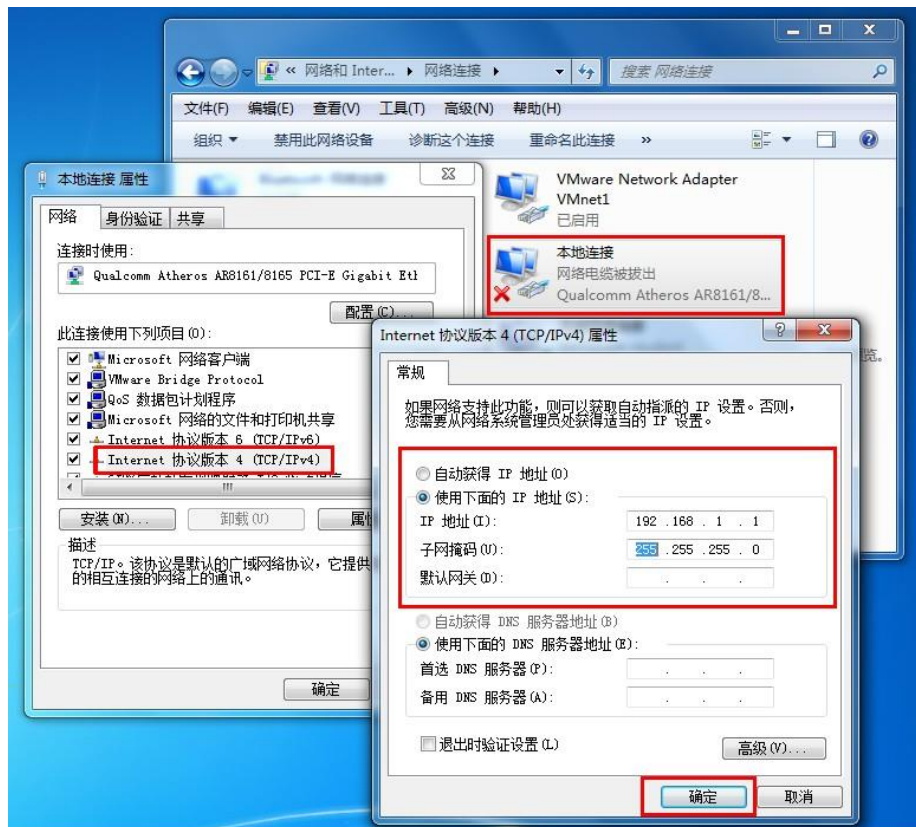

图 4. 手动配置 PC 端 IP
- 4) 如图 4 所示，将自动获取 IP 地址改为手动配置，并进行参数设置。